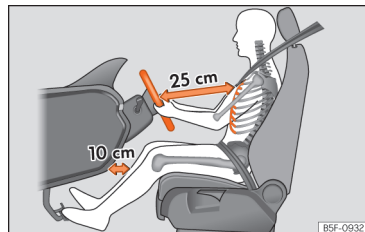

Fig. 16 La separación correcta entre el conductor y el volante debe ser de 25 cm como mínimo (10 pulgadas).
- Ajuste el volante de modo que quede a una distancia de, por lo menos, 25 cm (10 pulgadas) del esternón »» fig. 16 y lo pueda sujetar con ambas manos por los lados, por la parte exterior, con los brazos ligeramente flexionados.